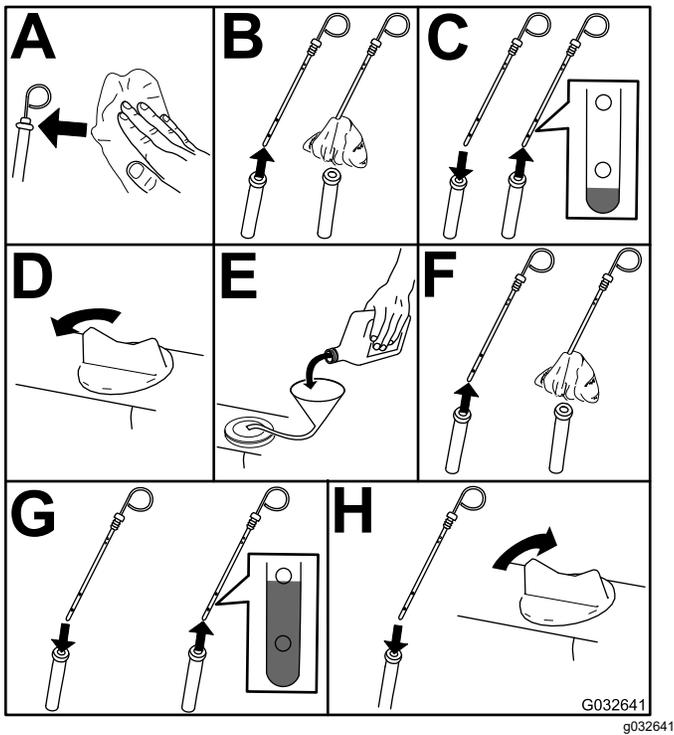

Figure 61
3. Contrôlez le niveau d'huile moteur (Figure 61).